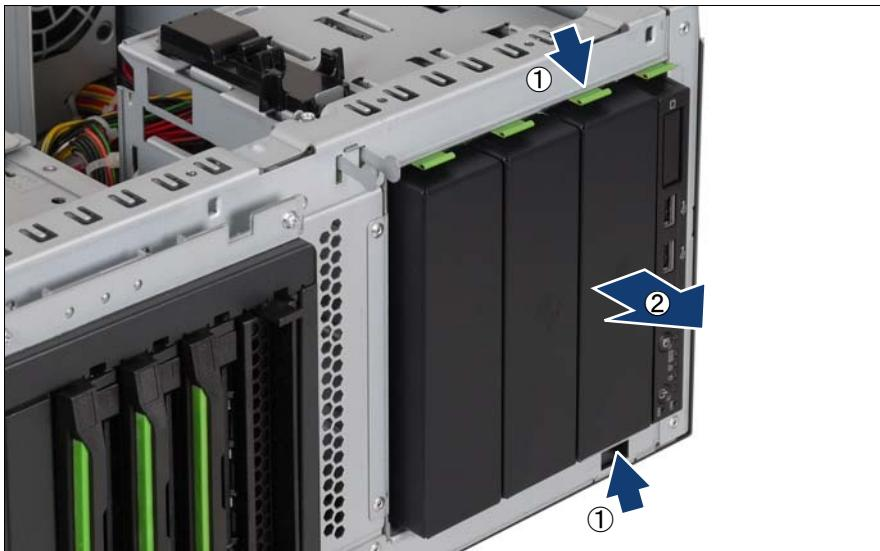

図 12: ダミーカバーの取り外し
- ▶ アクセス可能なドライブを取り付けるため、1つの 5.25 インチベイからダミーカバーを取り外します (39 ページ の図 12 を参照)。